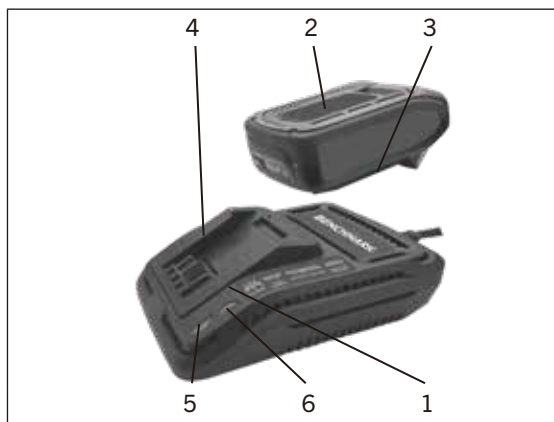

FIG. 1
1. Placez le chargeur de la batterie (1) dans un endroit sec près d'une prise électrique 110-120 V 60 Hz (fig. 1)